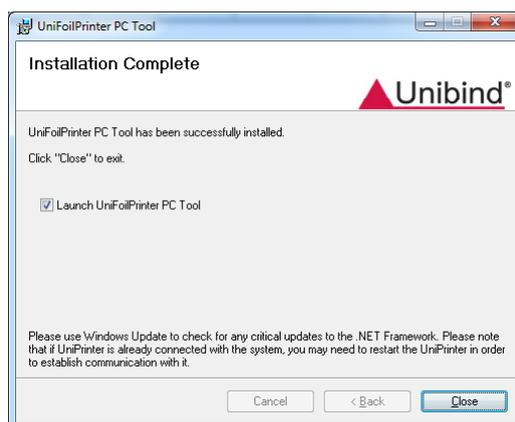

Figure 19: Écran montrant l'installation terminée
12. Un écran similaire à la **figure 19** apparaîtra quand l'installation du logiciel et des pilotes associés sera finie. Cochez l'option *"Launch UniFoilPrinter PC Tool"*, si vous désirez lancer le logiciel en fermant l'application. Cliquez sur le bouton « Close » pour compléter et fermer le programme d'installation.